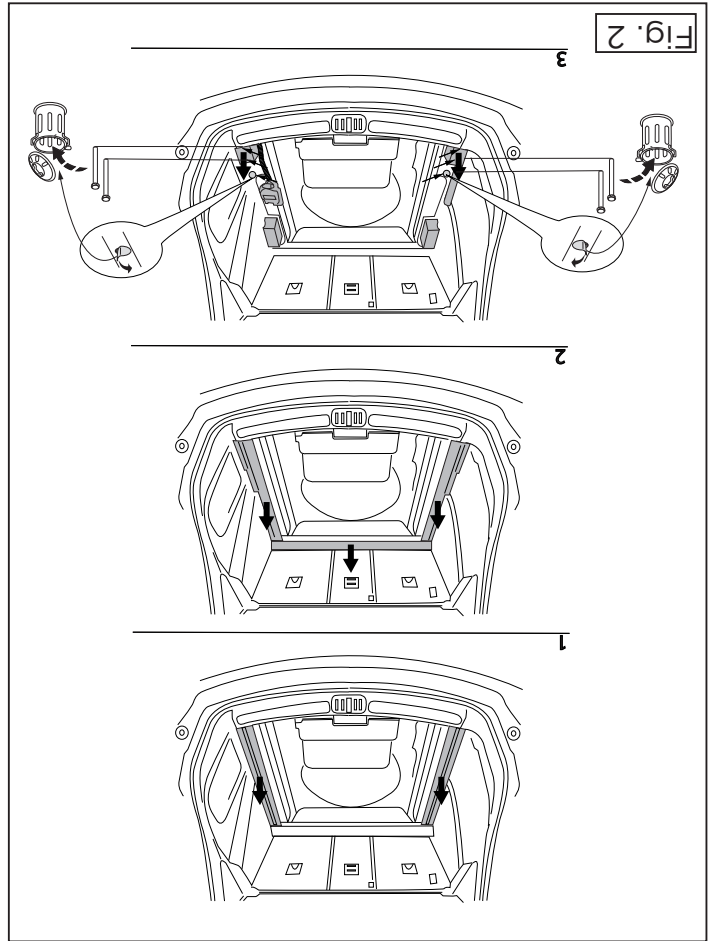

Fig. 2
2. Remove the parts indicated in figure 2.
12. Fit the parts indicated in figure 2.
2. Die in Abbildung 2 angegebenen Teile abmontieren.
12. Die in Abbildung 2 angegebenen Teile wieder montieren.
2. Снять детали, указанные в рис. 2.
12. Установить детали, указанные в рис. 2.
2. Démonter les pièces indiquées sur la figure 2.